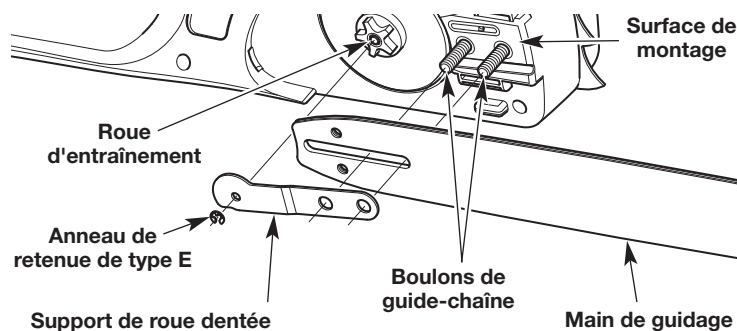

Fig. 28
5. Retirer avec précaution l'anneau de retenue de type E du pignon d'entraînement, à l'aide d'un petit tournevis à lame plate (Fig. 28).
6. Retirer la fixation du pignon d'entraînement (Fig. 28).
7. Retirer la barre de guidage des boulons de la barre de guidage (Fig. 28).
1. Aligner la fente de la barre de guidage avec les boulons de la barre de guidage (Fig. 28). Faire glisser la barre de guidage complètement sur les boulons de la barre de guidage (Fig. 28). Assurez-vous que le guide-chaîne est à plat contre la surface de montage.
2. Poser la fixation sur le pignon d'entraînement (Fig. 28).
3. Poser avec précaution l'anneau de retenue de type E sur le pignon d'entraînement (Fig. 28).